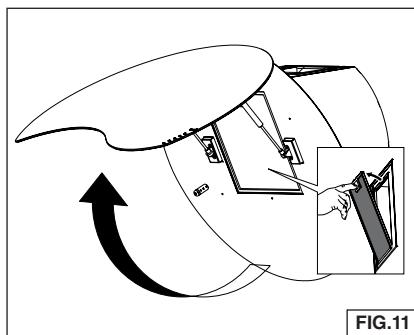

FIG.11
- Levante el panel frontal de vidrio y retire el filtro de grasa. Fig. 11.